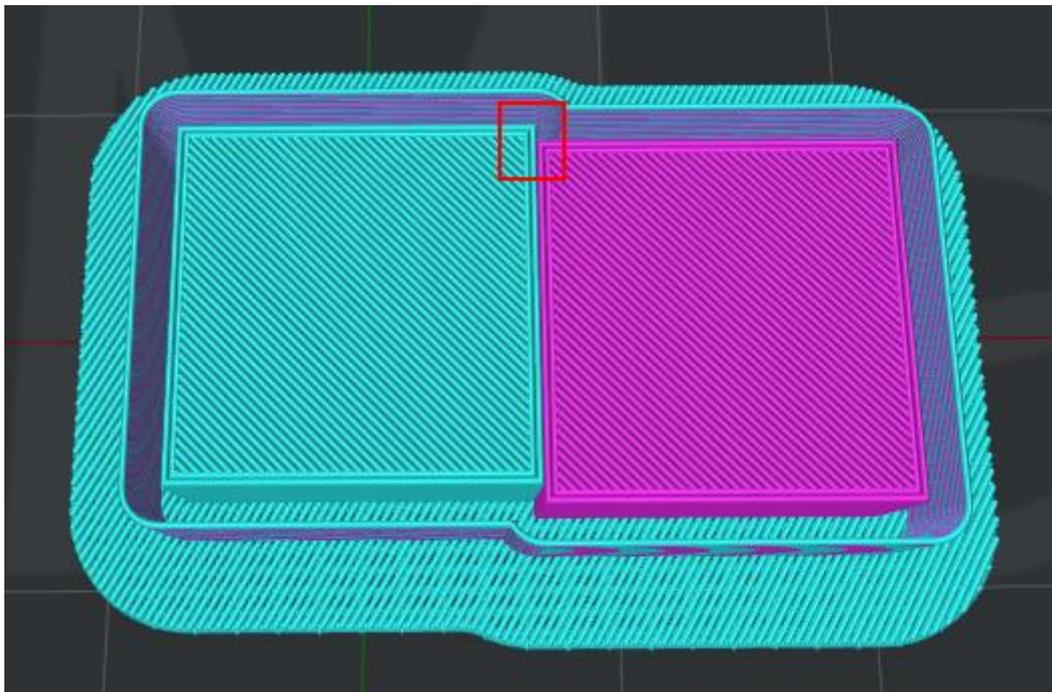

図 6.9：右の較正ボックスは、左の較正ボックスより前方にあります。
4. 右のボックスが、図 6.9 のように左のボックスより前方にある場合。